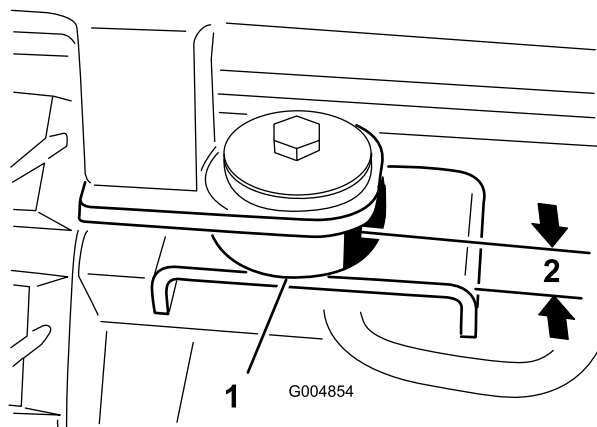

Figura 114
37. Sul punto di montaggio posteriore fissate la cabina alla macchina con un bullone (1/2 x 3 poll.), una rondella in acciaio (1/2 x 2-1/2 poll.), una rondella in gomma (1/2 x 2-1/2 poll.) e un dado (1/2 poll.) (Figura 114).